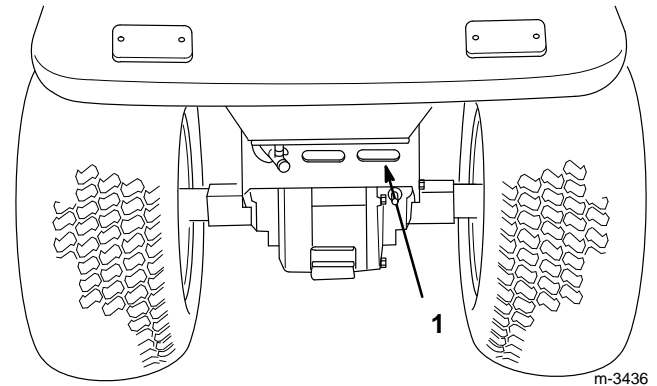

Abbildung 10
5. Die Hinterachsenabdeckung ist ein Lufteinlaßbereich zur Kühlung von Hinterachse und Kardanwelle. Fremdkörper von der Hinterachsenabdeckung entfernen, bevor der Traktor eingesetzt wird (Abb. 10).